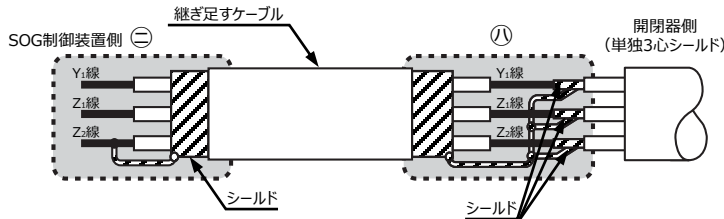

図9 ケーブルの継ぎ足し
- ②シールド内はY1、Z1、Z2の3心のみとしてください。
- ③開閉器側制御ケーブルの端末は、シールド線をZ2端子にはんだ付けしていますので、継ぎ足す場合にはシールド線を外し、端子記号を合わせて接続してください。また開閉器側のY1、Z1、Z2のシールド線と継ぎ足すケーブル側のシールドを接続してください。(図9)
- ④継ぎ足した側のケーブル端末は、SOG制御装置側でシールドとZ2端子を接続してください。(図9)